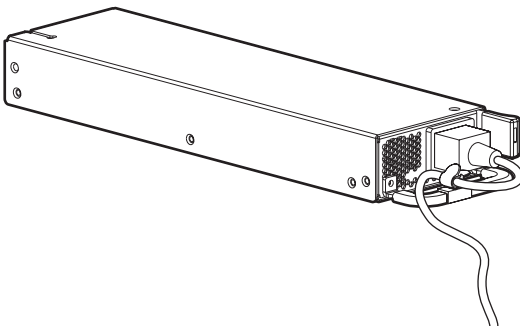

Figure 66 Fixation du cordon d'alimentation à l'aide du clip réducteur de tension
3. Utilisez le clip réducteur de tension pour fixer le cordon d'alimentation (Figure 66).